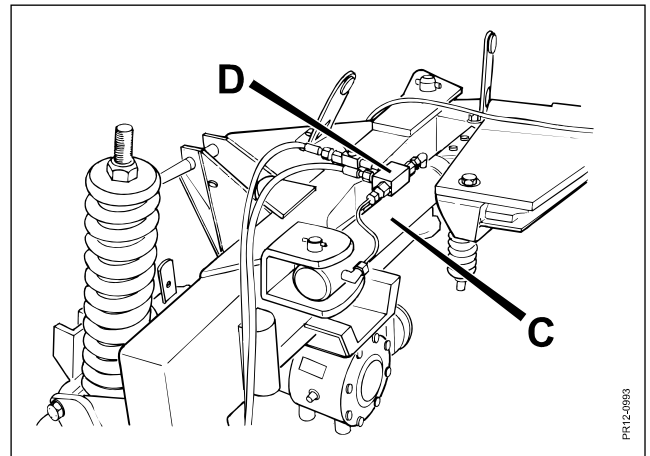

Fig. 3-4
- Fig.3-4** Svingcylinderen **C** "låses" i transportstilling, ved at lukke for kuglehanen **D**.